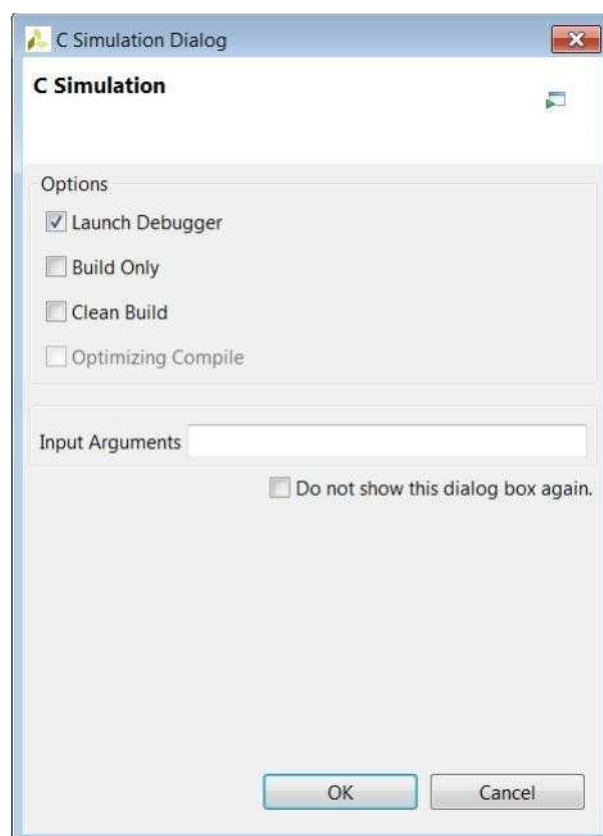

图 3-6:C 仿真对话框
- 2.选择 **Launch Debugger** 选项,如图 3-6 所示。